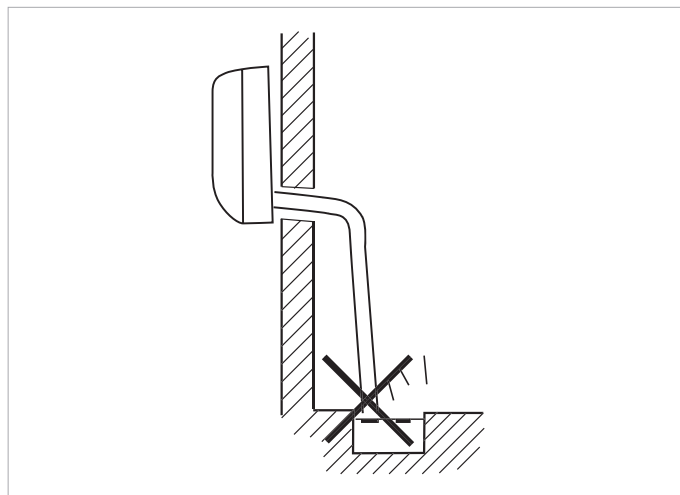

Rys. 9.4 Minimalna odległość od podłogi.
- Zainstalować rurę ze skroplinami w taki sposób, by odległość jej wolnego końca od podłogi wynosiła przynajmniej 5 cm (por. rys. 9.4).